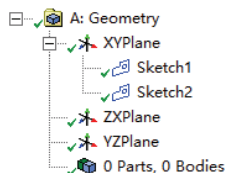

图 3-96 添加 Sketch2
- 2) 单击工具栏中的 New Sketch 按钮, 此时在树结构图中的 XYPlane 选项下将生成 Sketch2, 如图 3-96 所示。